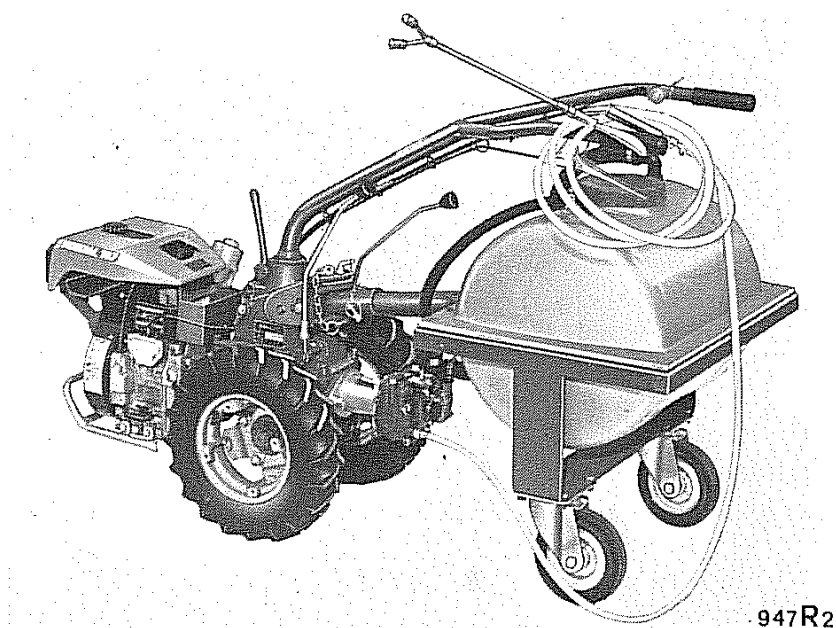

Fig. 23 - Gruppo irrorante con lancia a leva
- Lancia a leva a bassa pressione con biforca completa di m. 10 tubo in plastica come in fig. 23 (per pompa AR15) oppure lancia a leva con m. 10 di tubo in gomma (per pompa AR30).